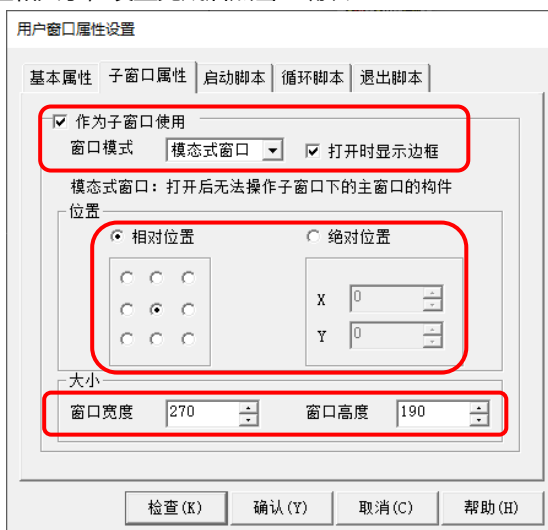

图 4.2-19 子窗口弹出设置
- ④ 设置窗口 1 弹出方式: 如图 4.2-19 所示, 在 “窗口 1” 组态画面空白处双击, 进入 “子窗口属性”, 勾选 “作为子窗口” 使用, 并设置子窗口弹出位置和大小, 设置完成后点击 “确认”。